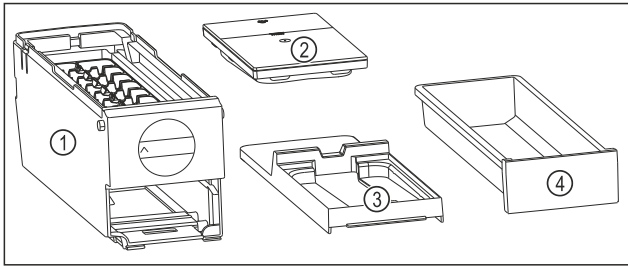

Fig. 119 Komponenter i EasyTwist-Ice
► EasyTwist-Ice er delt inn i fire deler. (se Fig. 119)
- ▶ Demonter kun delene til EasyTwist-Ice som er angitt på bildet. (se Fig. 119)
- ▶ Hoveddelen til EasyTwist-Ice Fig. 119 (1) rengjøres som en del.